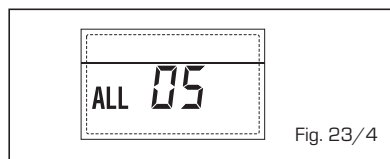

Fig. 23/4
- BLOQUEO LLAMA "ALL 06" (fig. 23/5)